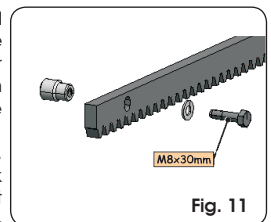
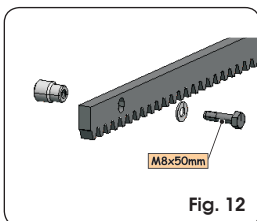
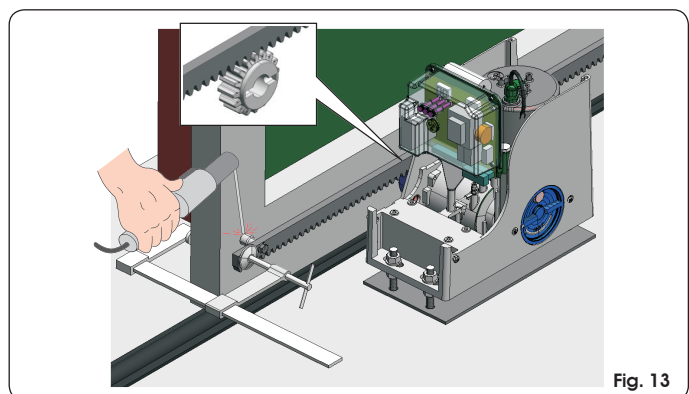
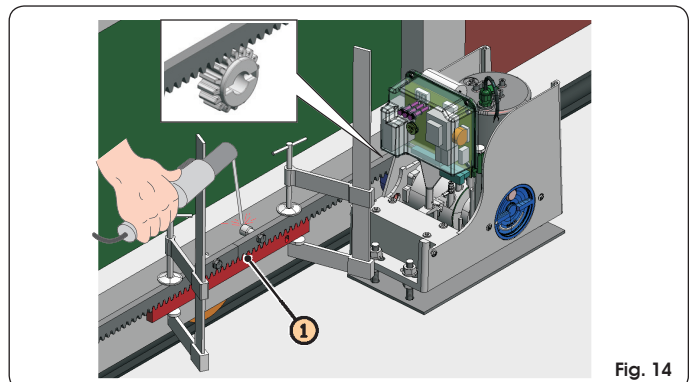

Fig. 11
Fig. 12
Fig. 13
Fig. 14
5.4.1. STALEN TANDHEUGEL - LASSEN (Fig.11)
- ① Monteer de drie palletjes met schroefdraad op het element van de tandheugel door ze boven in de uitsparing te plaatsen. Hierdoor zal het door de speling in de uitsparing in de loop der tijd mogelijk blijven eventuele bijstellingen uit te voeren.
- ② Zet de vleugel met de hand helemaal open.
- ③ Leg het eerste stuk van de tandheugel vlak op het tandwiel, en las het palletje met schroefdraad op de poort zoals aangegeven in Fig.13.
- ④ Beweeg de poort met de hand, controleer of de tandheugel tegen het tandwiel zit, en las het tweede en derde palletje vast.
- ⑤ Zet een ander element van de tandheugel naast het vorige, en gebruik daarbij een stuk van de tandheugel om de vertanding van de twee elementen op elkaar af te stemmen, zoals in Fig.14 ref. ①.
- ⑥ Beweeg de poort met de hand en las de drie pallets met schroefdraad, en ga zo verder tot u de hele poort langs bent geweest.
5.4.2. STALEN TANDHEUGEL – VASTSCHROEVEN (Fig. 12)
- ① Zet de vleugel met de hand helemaal open.
- ② Leg het eerste stuk van de tandheugel vlak op het tandwiel en plaats het afstandsstuk tussen tandheugel en de rand van de poort. Controleer met een waterpas of de tandheugel horizontaal is, en markeer met een pen waar moet worden geboord.
- ③ Boor een gat \varnothing 6,5 mm en maak mannelijk schroefdraad voor M8. Draai de bout vast.
- ④ Beweeg de poort met de hand, controleer of de tandheugel tegen het tandwiel zit, en herhaal de handelingen vanaf punt ③.
- ⑤ Zet een ander element van de tandheugel naast het vorige, en gebruik daarbij een stuk van de tandheugel om de vertanding van de twee elementen op elkaar af te stemmen (Fig. 14 ref. ①).
- ⑥ Beweeg de poort met de hand, en ga verder met het bevestigen zoals bij het eerste element; ga door tot u de hele poort langs bent geweest.